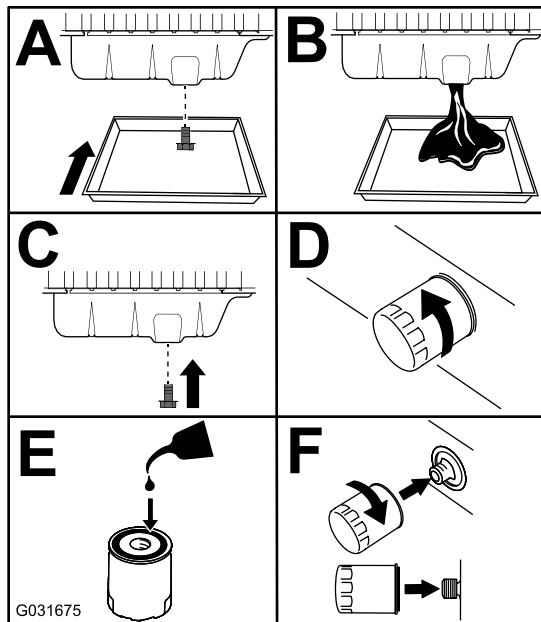

Figure 43
3. Vidangez l'huile moteur et remplacez le filtre à huile (Figure 43).